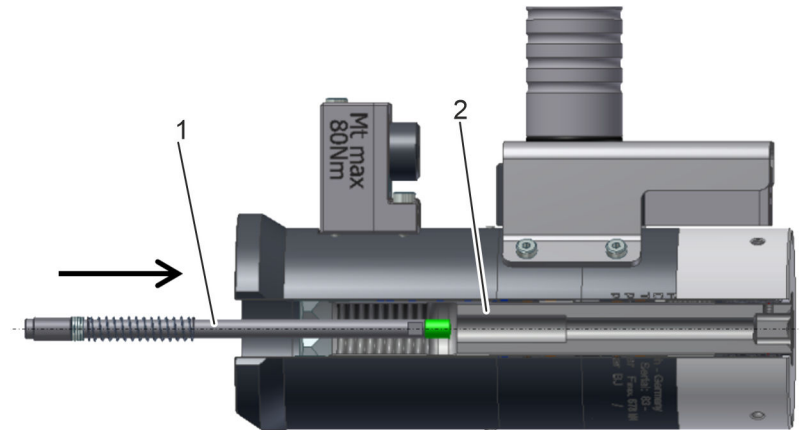

Fig. 16: Trækbolt
4. ➤ Sæt den monterede målepind (Fig. 16/1) i trækbolten (Fig. 16/2).